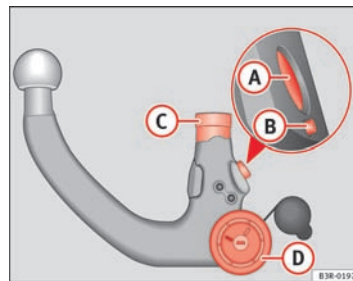

Fig. 164 Dispositif d'attelage amovible : boule d'attelage
- Vérifiez l'état et la propreté de la boule d'attelage au niveau du pivot de verrouillage **A**, du pivot de déclenchement **B**, de la tige d'introduction **C** et de la molette **D** ⇒ page 217, fig. 164.